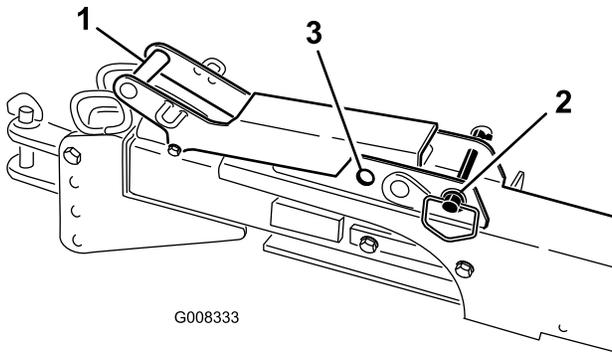

Bild 21
- Stellen Sie sicher, dass der Riegelgriffstift in der nicht arretierten Stellung (hinten) ist (Bild 21).
Hinweis: Arretieren Sie die Anbauvorrichtung in der ausgefahrenen Stellung, indem Sie den Riegelgriffstift in die vordere Stellung (arretiert) bringen (Bild 21).